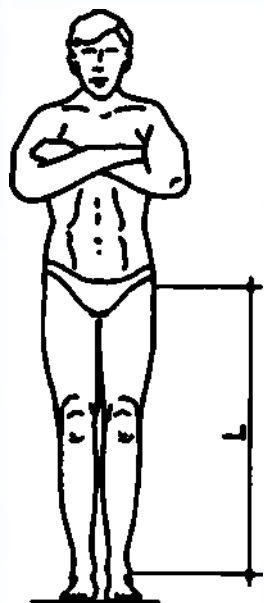

Рис. 3
- Измерьте длину конечности пациента в сантиметрах (рис.3).